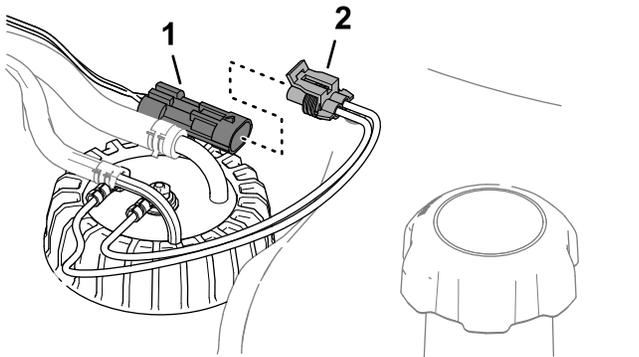

図 130
6. マシンのワイヤハーネスの2ピンコネクタに、燃料センダのハーネスの2ソケットコネクタを接続する 図 130。